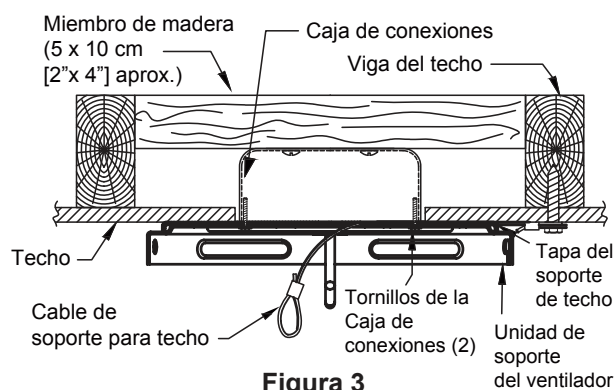

Figura 3
Uso del soporte (Figura 3)
1. Utilice el tornillo de intervalo de 3/8"x 2" y la arandela plana para fijar el cable de seguridad a la viga del techo o a la estructura de madera. Dicho tornillo pasará a través de arandela plana, la presilla del cable de seguridad y se fijará en la estructura del edificio. (Figura 3)
2. El cable de soporte del techo necesita atravesar el centro. Orificio del soporte de techo durante el montaje. Usando los dos Los tornillos # 8-32 sujetan firmemente la junta del soporte de techo y el soporte del techo a la caja de conexiones del techo como se muestra. (Figura 3)
- ☐ 3. Extraiga uno de los tres tornillos del ensamble de la placa de iluminación y guárdelos para paso 5. Afloje levemente los otros dos tronillos. (Figura 3)
- ☐ 3. Para que el ventilador sea funcional, instale las pila (incluidas) de 23A/12V en el transmisor del mando a distancia. Mientras el ventilador esté apagado. A continuación, siga el proceso de fijación remota de código. Si no se utiliza el ventilador durante un largo periodo de tiempo, extraiga la batería para evitar cualquier daño al transmisor. Almacene el mando a distancia en un lugar alejado del calor o la humedad excesiva. (Figura 3)